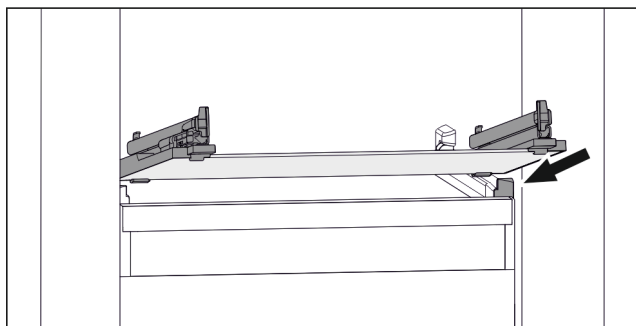

Fig. 47 Vejledende visning af glaspladen
- ▶ Sæt glaspladen skråt bag stoppene. (se Fig. 47)